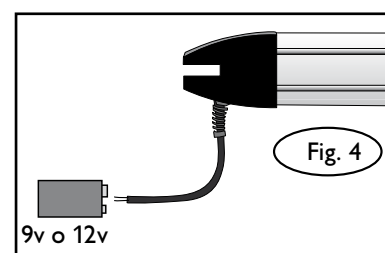

Fig. 4
* Nota: Al momento dell'installazione o della prima utilizzazione, è normale che lo sblocco sia un po' duro. Il problema sparisce non appena l'attuatore è installato sul battente o dopo qualche utilizzazione. Durante l'installazione, se necessario far uso di una pila 9v (tipo 6F22) o di una batteria 12v per far muovere il carrello. (Invertendo la polarità, è possibile invertire il senso del movimento del cursore di trasmissione) (Fig 4)